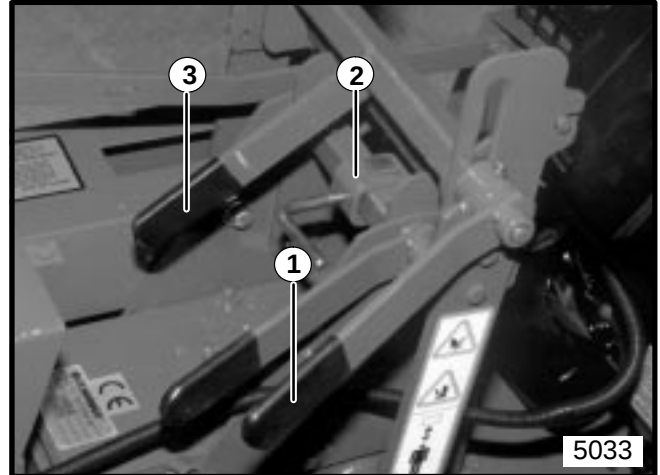

Figura 10
1. Para mover la unidad sin prender el motor, la manija del conductor debería estar en neutro “N”. Vea la Figura 10.
1. Afloje la palanca para parar la profundidad y ajuste el dispositivo de profundidad para la cantidad deseada. Afloje la palanca de control de profundidad y baje el control de profundidad hasta que descansa en el dispositivo para la profundidad. Apriete las palancas para la profundidad y para el control. Vea la Figura 10.